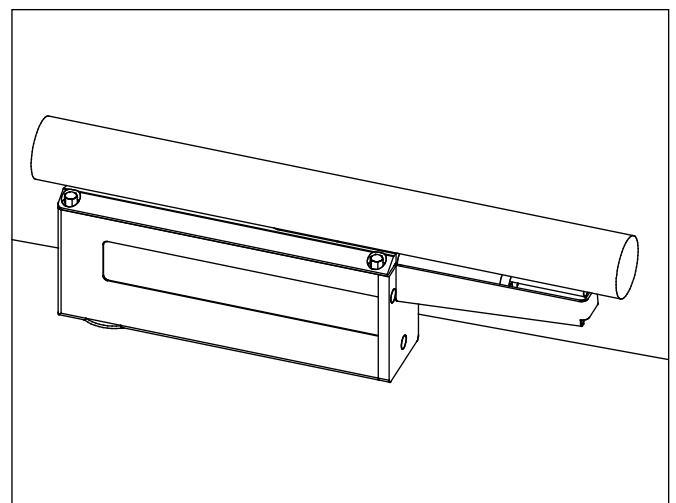

Fig. 9
- Pour mesurer des objets cylindriques longs avec des diamètres à partir de 30 mm, la MarSurf GD 25 / GD 25 plus peut être mise à l'envers pour que l'embase prismatique puisse recevoir les pièces (v. fig. 9). Il faut éventuellement enlever le pied d'appui arrière central.